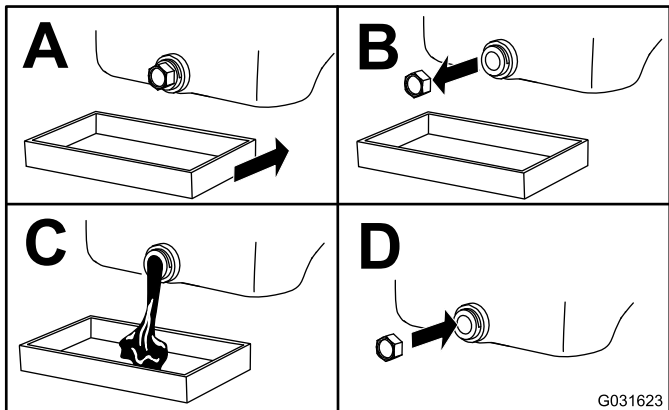

Figura 41
4. Cambie el aceite del motor, según se muestra en la Figura 41.